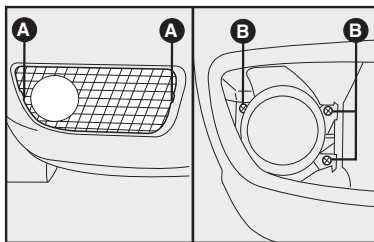

fig. 20
FARÓIS DE NEBLINA - fig. 20
- 1) retirar a grade com uma chave de fenda nos pontos indicados em **A-fig. 20**.
- 2) retirar os parafusos indicados por **B-fig. 20**.